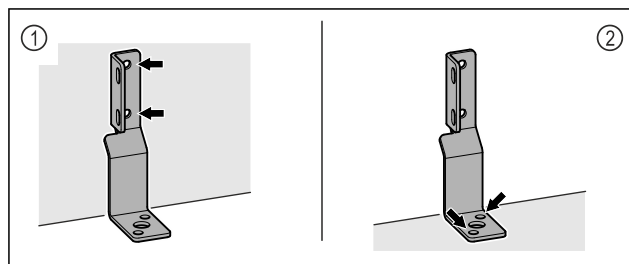

Fig. 8
- Upevnite uholník na stenu Fig. 8 (1) alebo podlahu Fig. 8 (2).